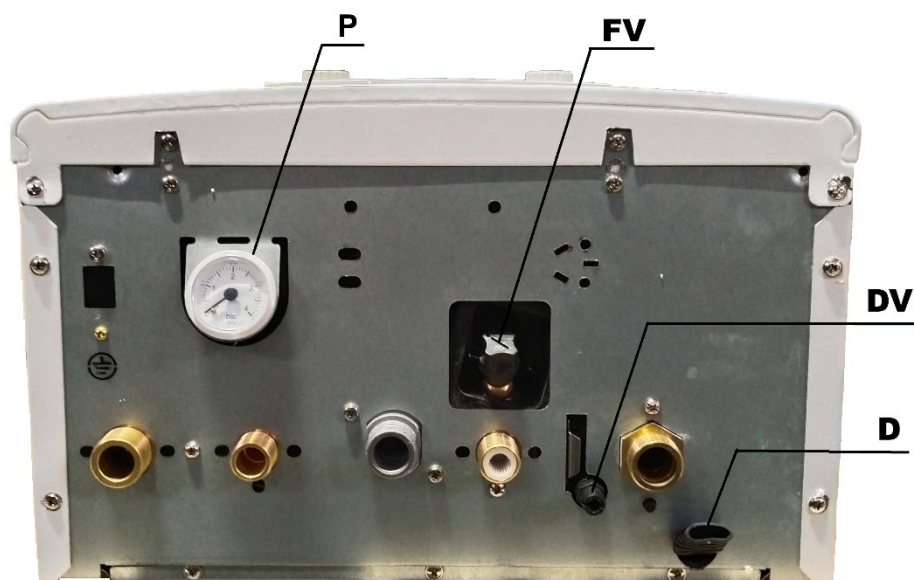

Рис. 14. Вид на котёл снизу
Подсоедините сливной патрубок предохранительного клапана **D** (рис. 14) в дренажную канализацию. Присоединение следует выполнять «с разрывом струи», чтобы иметь возможность визуально контролировать факт срабатывания предохранительного клапана и проходимость дренажного трубопровода.
- Постепенно открывайте кран заполнения **FV** (рис.14);
- После удаления воздуха из системы отопления, продолжайте подпитку и отслеживайте давление по манометру **P**. (рис. 14). При установлении давления равном 1,5 бар, подпитку прекратить.
При необходимости, опорожнение котла производится через сливной кран DV (рис. 14). Кран открывается путём проворачивания его, за шестигранный выступ, против часовой стрелки. Для избегания брызг, на «ёрш» крана можно одеть трубку подходящего диаметра.